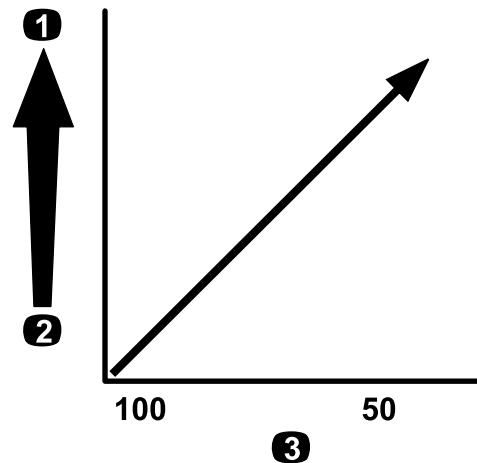

图 28
**重要事项** 当使用更高粘度更稠的化学品或含可湿性粉剂的溶液喷洒时可能需要使用适用于可选喷嘴尖过滤器的更粗网孔请参阅图 28。